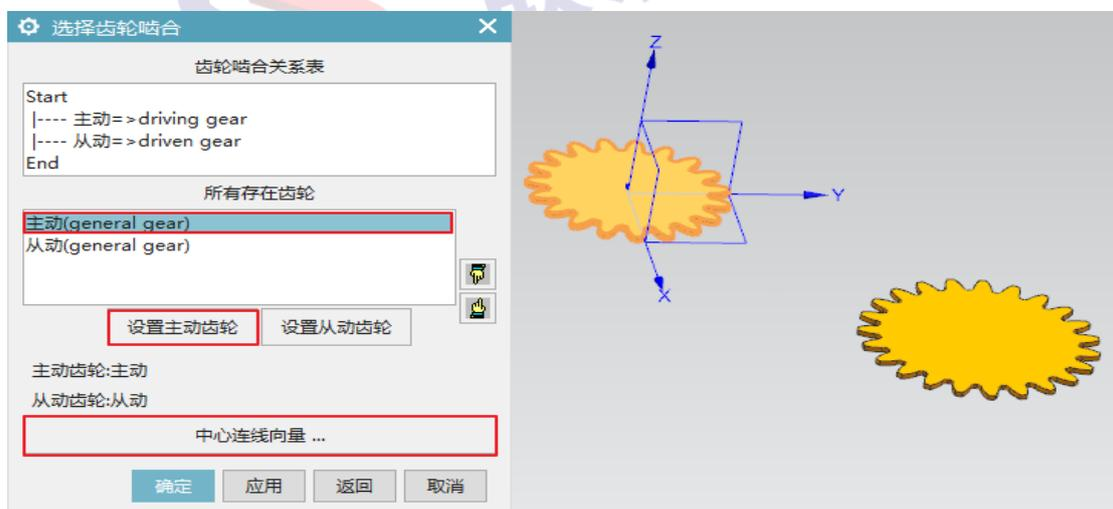

图 9
8、弹出“选择齿轮啮合”。选择名称为“主动”的齿轮，电机“设置主动齿轮”，以同样方法将名称为“从动”的齿轮设置为从动齿轮。设置完主动齿轮与从动齿轮后，点击“中心连线向量”。如图 9 所示。